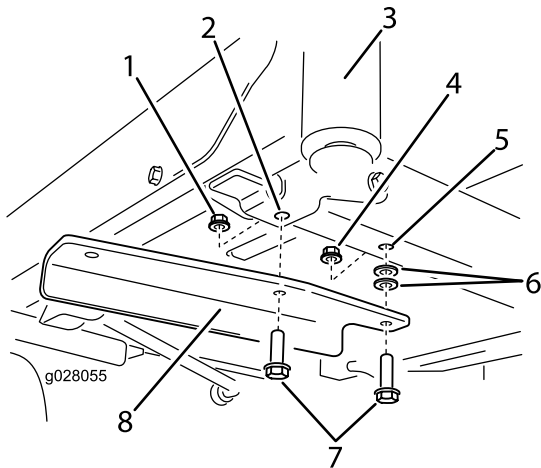

Bild 3
4. Befestigen Sie die Halterung mit zwei Schrauben (3/8" x 1-1/4"), zwei Scheiben und zwei Sicherungsmuttern (3/8") am Rahmen (Bild 3). Eine Sicherungsmutter finden Sie in den losen Teilen und die andere haben Sie vorher entfernt.